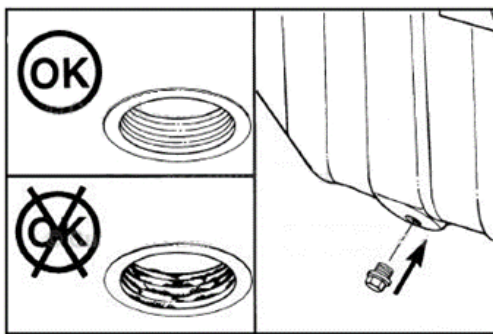

Рисунок 3.23. Осмотр состояния резьбы и уплотняющей поверхности масляного картера
- Почистить и осмотреть резьбу и уплотняющую поверхность пробки с картером (в случае обнаружения повреждений, заменить) рис. 3.23.